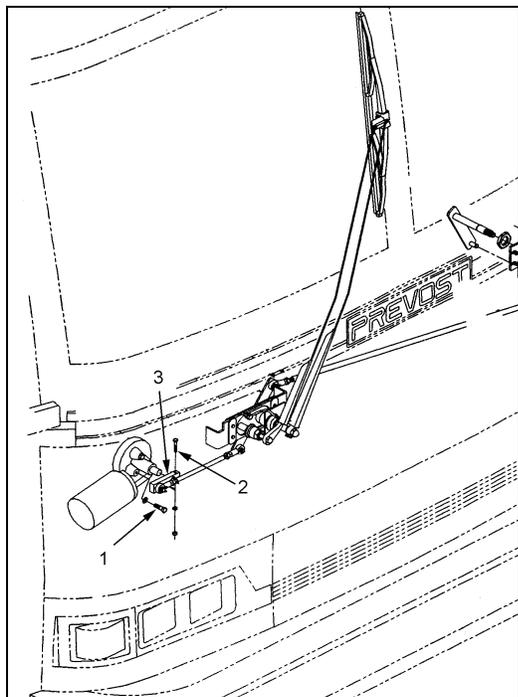

FIGURE 1 : (1) VIS DE MONTAGE #5001217, (2) VIS DE FIXATION DE LA BIELLE, (3) BIELLE
3. Desserrer et retirer les 3 vis de montage du moteur (figure 1).